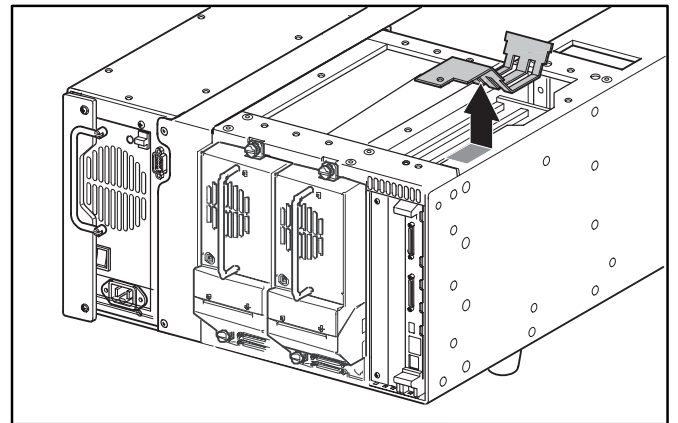

Figura 3: Extracción del regulador
7. Extraiga y tire la placa del regulador de refrigeración. Consulte la Figura 3.